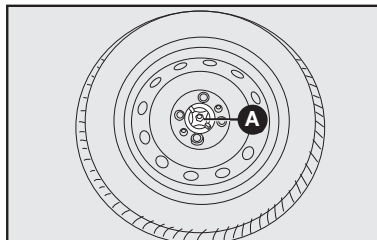

fig. 14
- Fixar a roda com o dispositivo de bloqueio **A-fig. 14**.
ADVERTÊNCIA: para versões do modelo que têm roda em liga e estepe em chapa, não utilizar o dispositivo de bloqueio **A-fig. 14**, pois ele é dimensionado para estepe com roda em chapa de aço, não permitindo a fixação da roda em liga.